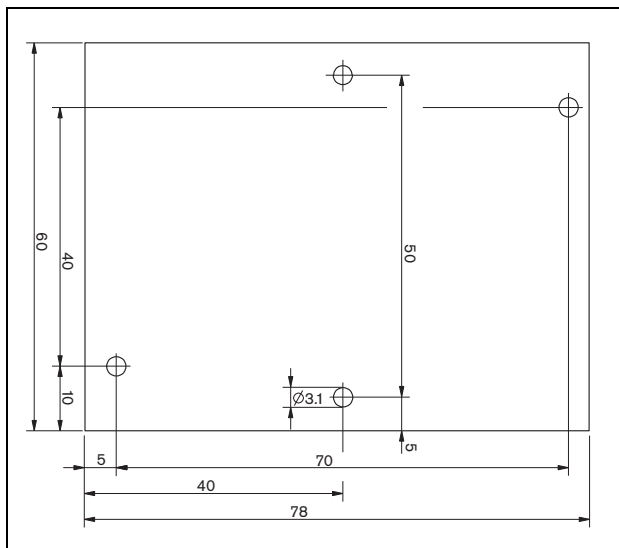

abbildung 13.5: Abmessungen
Zur Installation der Platine in einem Kasten zum Beispiel, sind die Universalmontagekonsolen (LBB4446/00) zu verwenden. Befestigen Sie die Platine mit den mittleren Löchern an der Konsole (siehe Abbildung 13.5).
- 2 Verwenden Sie die Löcher in der Platine (siehe Abbildung 13.5), um sie in einen Lautsprecher einzubauen. Die Spulen auf der